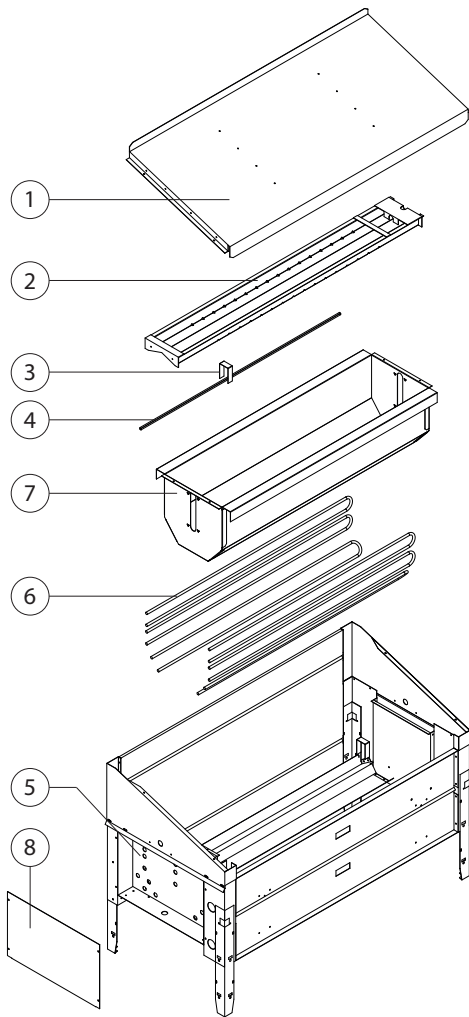

Abb. 9
13.1 Heizstäbe wechseln (Abb. 9)